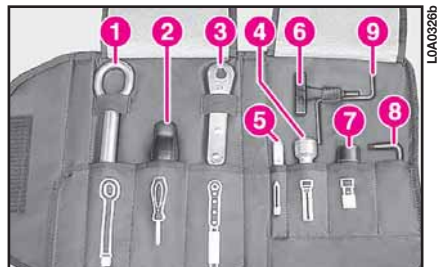

fig. 8
9) abra la bolsa de portaherramientas y saque las herramientas necesarias (fig. 8):